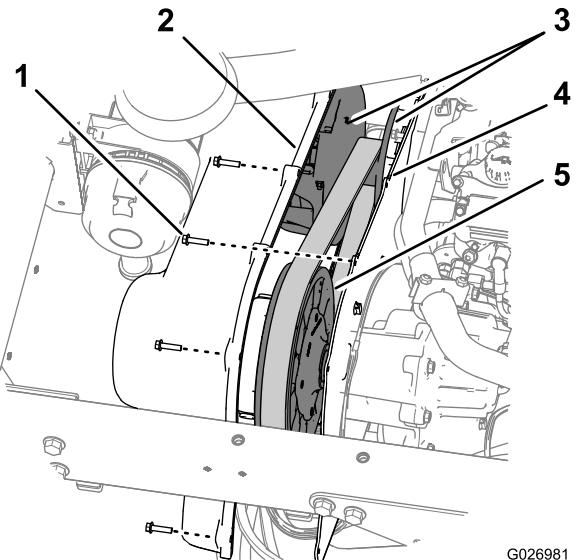

Рисунок 64
1. Выверните 9 болтов с шестигранными головками с буртиком ($\frac{1}{4}$ x 1 дюйм), которые крепят крышку коробки передач к монтажной пластине коробки передач (Рисунок 64).
- Совместите отверстия в крышке коробки передач с отверстиями в монтажной пластине (Рисунок 64).
- Прикрепите крышку к монтажной пластине (Рисунок 64) с помощью 9 болтов с шестигранными головками с буртиком ($\frac{1}{4}$ x 1 дюйм), снятых при выполнении пункта 1, и затяните болты с моментом от 10,2 до 12,4 Н·м.